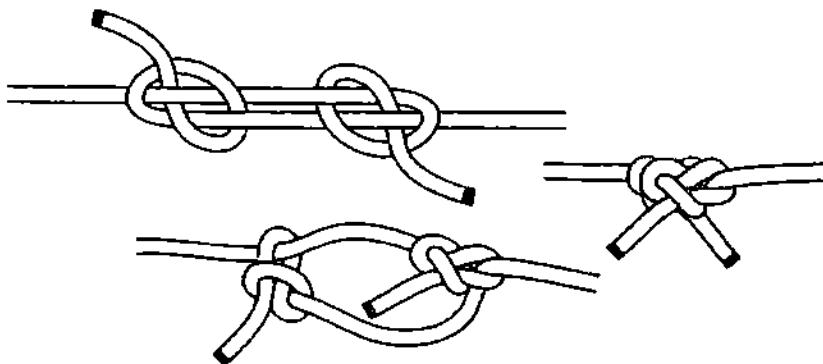

Рис. 796. *Две сваечных узла.*
*Сваечные узлы* могут с успехом использоваться для связывания между собой двух верёвок (рис. 796). Предыдущий *богатырский узел* тоже состоит из двух *сваечных узлов*, но коренной конец пропущен в нём иначе, поэтому